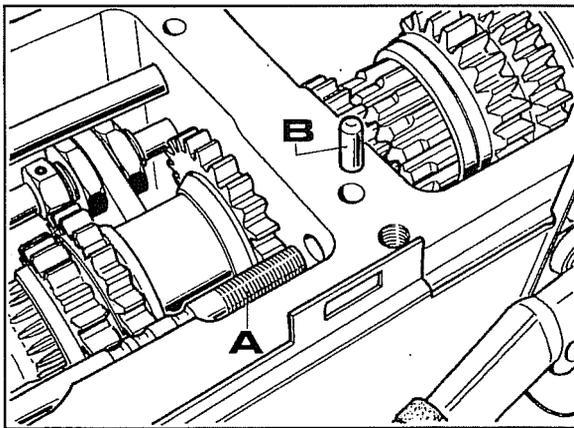

Fig. 7
- 1 Libérer la tige du réducteur au moyen des écrous **A** fig.4 puis la sortir par l'arrière. Enlever l'axe **B** comme illustré dans la fig. 7.